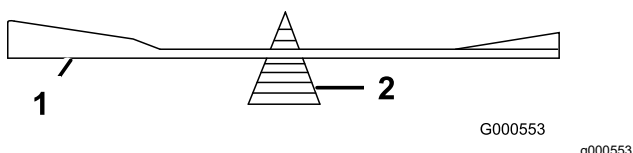

**Bild 65**
1. Schärfen Sie die Schnittkante an beiden Enden des Schnittmessers mit einer Feile (Bild 65).
**Hinweis:** Feilen Sie, wenn das Schnittmesser nicht ausgewuchtet ist, vom Flügelbereich des Messers etwas Metall ab (Bild 65).